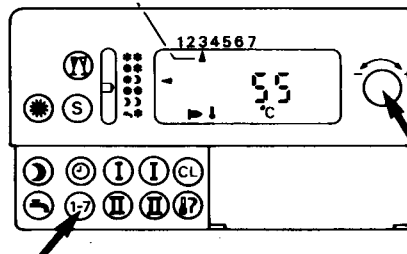

Fig. 12
2. Appuyer sur la touche "1-7" et tourner en même temps le bouton "-↔️+" vers la gauche ou vers la droite jusqu'à ce que "▲" soit en regard de "3" (= mercredi) sur l'écran (fig. 12).
2. Appuyer sur la touche "1-7" et tourner en même temps le bouton "-↔+" vers la gauche ou vers la droite jusqu'à ce que l'écran affiche "▲" sous le chiffre "3" (= mercredi) (fig. 12 page 11).